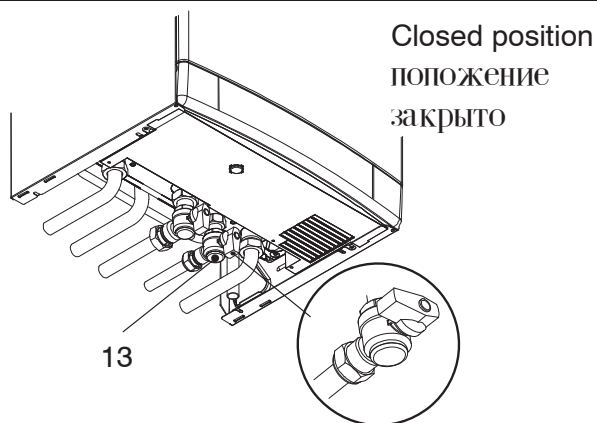

Fig. 8.3
- Turn off the d.c.w. inlet isolating valve (13 in Fig. 8.3) and turn on the hot water taps and any drain cocks.
- Закройте кран подачи горячей воды (13 на рис. 8.3) и откройте краны горячей воды и все сливные краны.